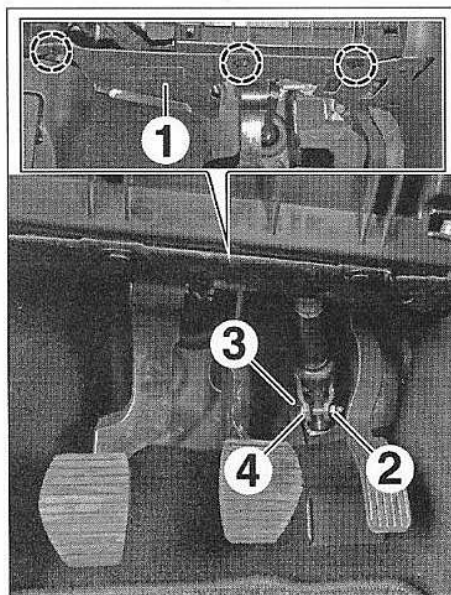
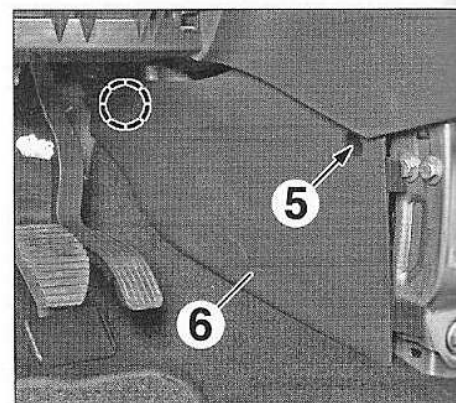
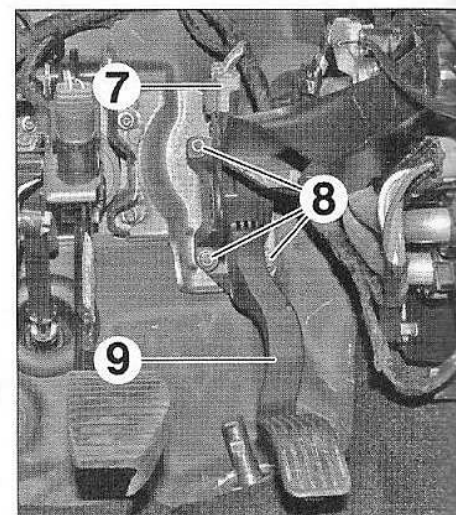
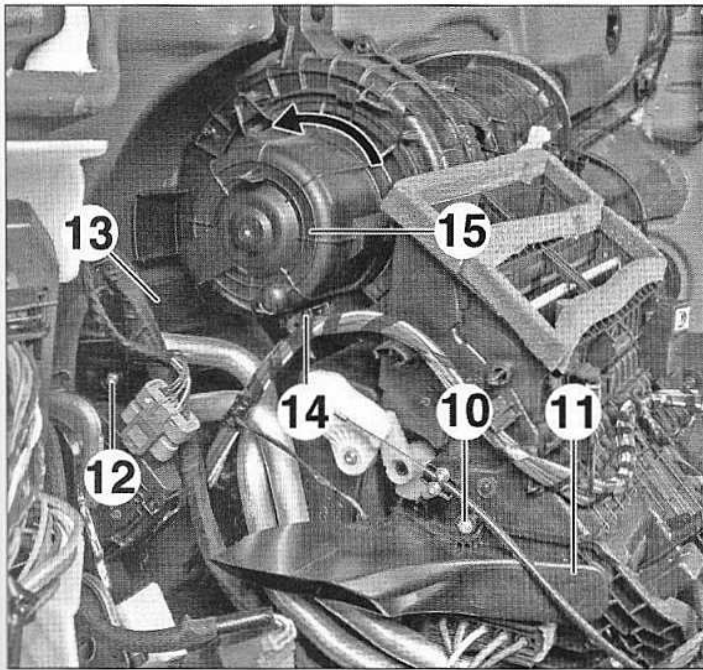

FIG.22
FIG.23
FIG.24
FIG.25
- Dégrafer et déposer la garniture inférieure gauche de planche de bord (1), puis débrancher le connecteur de l'éclairage de plancher (Fig.22).
- Déposer l'écrou (2) puis écarter l'agrafe (3) pour déposer la vis (4).
- Déposer la vis (5) (Fig.23).
- Dégrafer et déposer la garniture latérale gauche de console centrale (6).
- Débrancher le connecteur (7) (Fig.24).
- les écrous (8),
- la pédale d'accélérateur (9),
- la vis (10) (Fig.25),
- le conduit d'air (11),
- la vis (12) et écarter la platine (13).
- Débrancher le connecteur (14).
- Tourner la soufflante habitacle (15) d'un quart de tour dans le sens antihoraire pour la déposer.
- Dégrafer et déposer la garniture inférieure gauche de planche de bord (1), puis débrancher le connecteur de l'éclaireur de plancher (Fig.22).
- Déposer l'écran (2) puis écarter l'agrafe (3) pour déposer la vis (4).
- la pédale d'accélérateur (9).